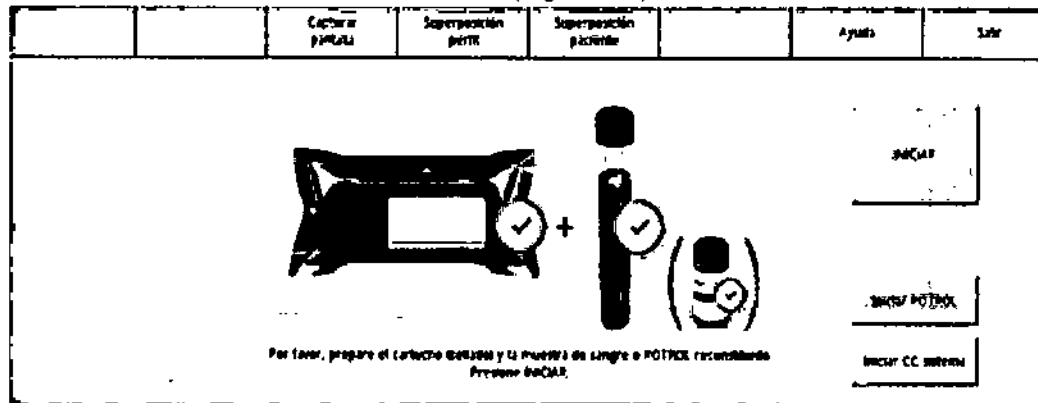

Figura 5-2: Medición - Listo para la medición
1. Inicie la secuencia con el botón INICIAR (Figura 5-2).